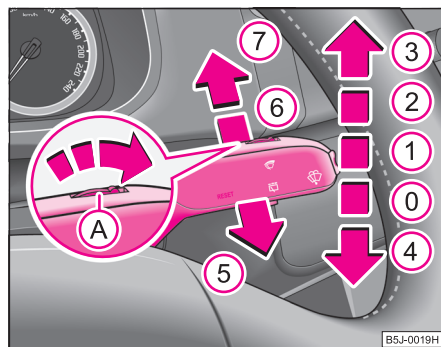

Fig. 45 Maneta de acționare a ștergătoarelor de parbriz
Maneta de acționare a ștergătoarelor ⇒ fig. 45 are următoarele poziții:
- Apăsați maneta înspre bord, în poziția ⑥ ⇒ fig. 45, ștergătorul va acționa la fiecare 6 secunde.
Pentru spălarea farurilor, după fiecare a cincea spălare a parbrizului se vor spăla și farurile; pentru aceasta farurile trebuie să fie aprinse și maneta de acționare a ștergătoarelor de parbriz trebuie să fie menținută cca. 1 secundă în poziția ⑤ ⇒ pagina 64, fig. 45.